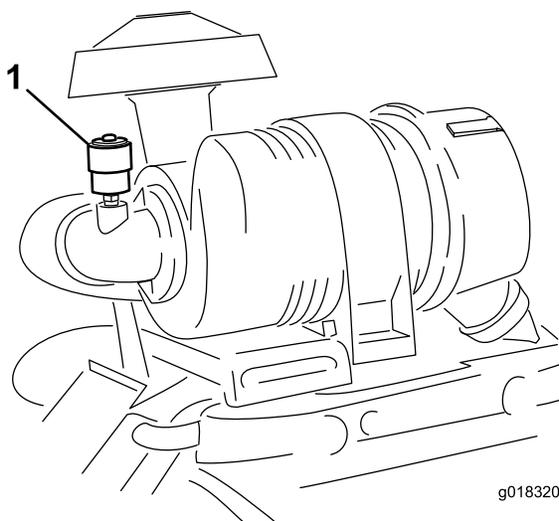

Рисунок 44
Обслуживание фильтра воздухоочистителя следует производить только тогда, когда этого требует индикатор необходимости обслуживания (Рисунок 44). Замена воздушного фильтра без необходимости ведет лишь к повышению вероятности попадания грязи в двигатель при извлечении фильтра.
- Сбросьте индикатор (Рисунок 44), если он стал красным.